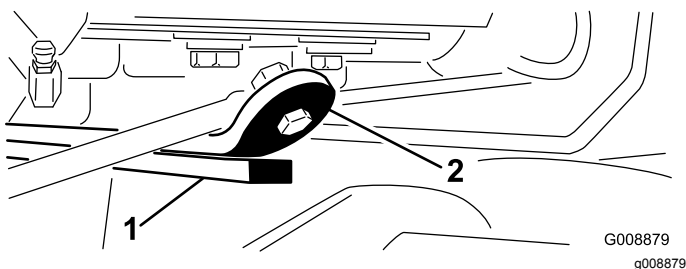

Figure 28
3. Mettez le moteur en marche, élevez les bras de levage et vérifiez que l'écartement entre le segment d'usure sur le dessus de la barre d'usure du plateau arrière et la bride de butée est compris entre 0,51 et 2,54 mm, comme montré à la Figure 28.